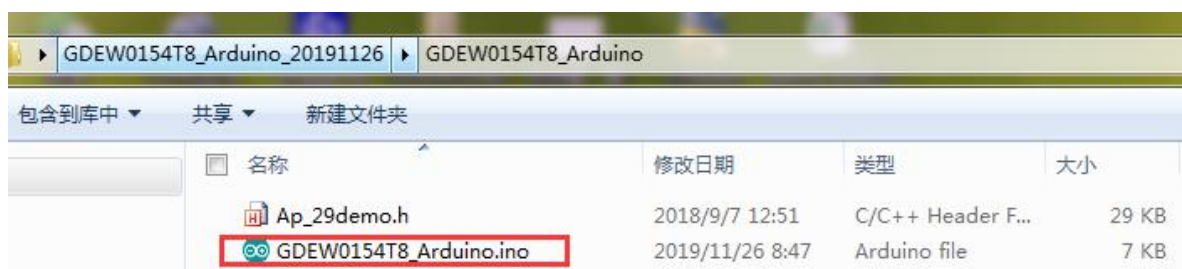

图 5 打开 Arduino.ino 工程文件
- 3、用 Arduino 1.8.6 打开图 5 所示驱动程序文件夹中的 Arduino.ino 工程文件。